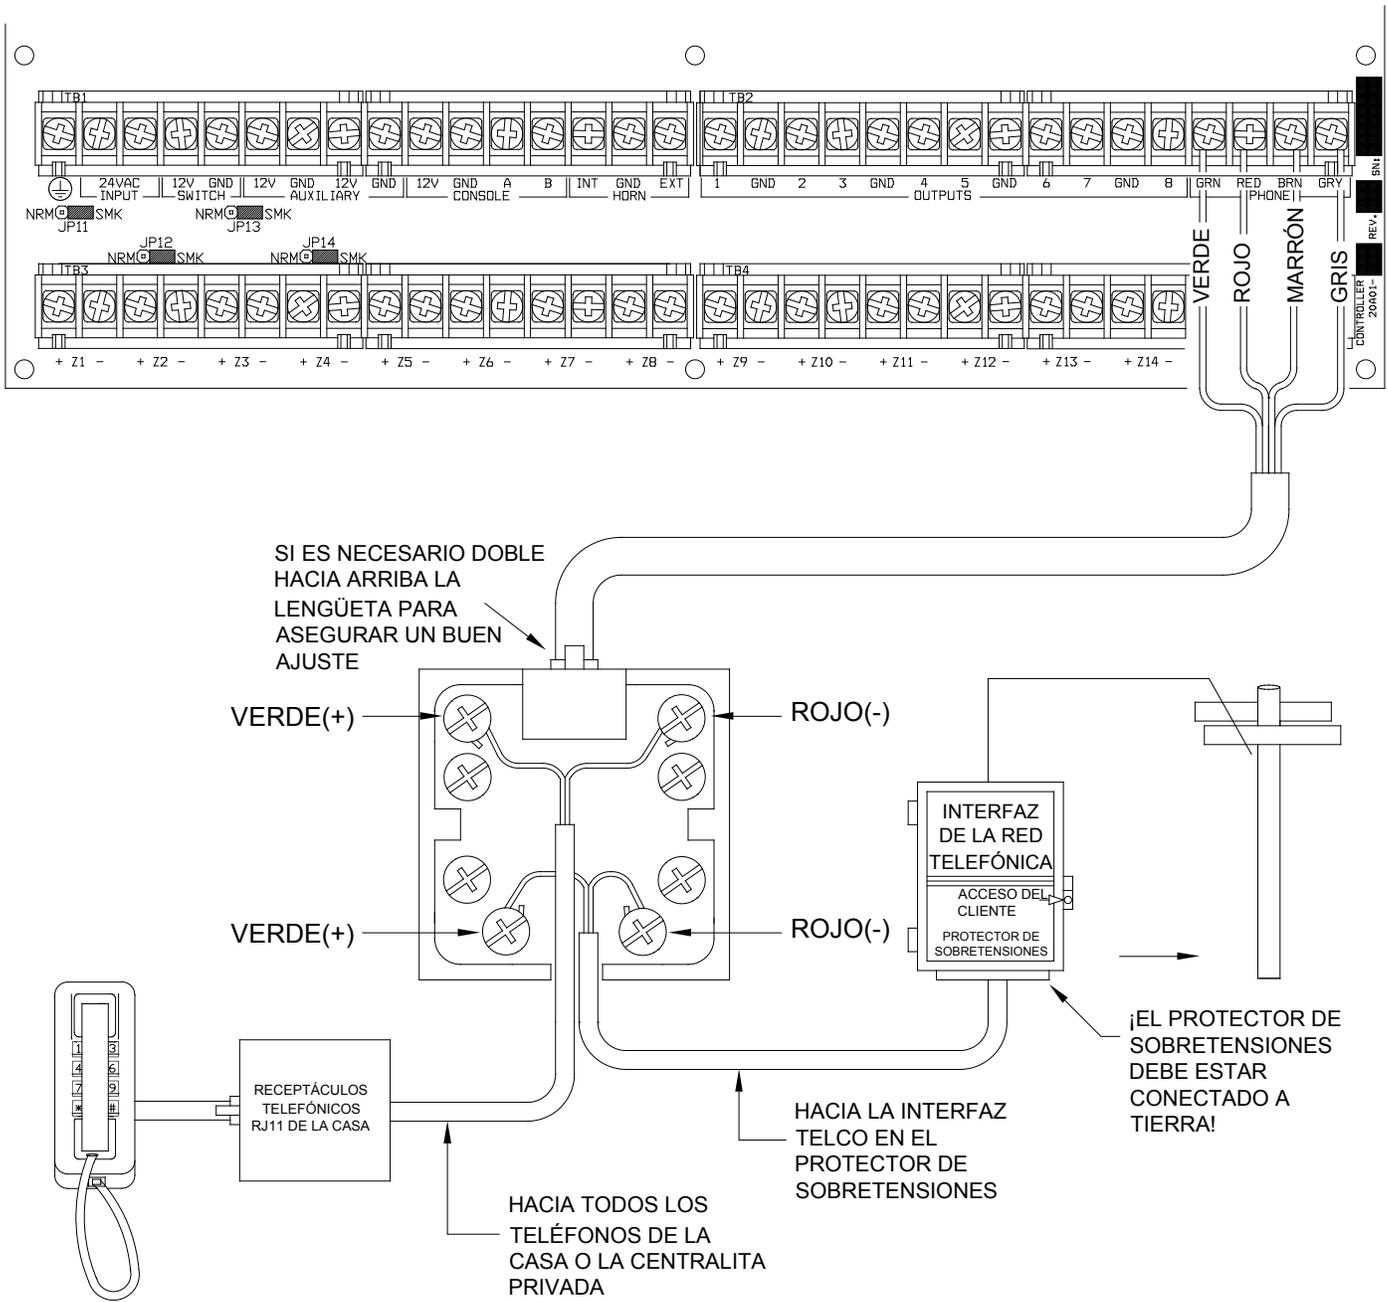

FIGURA 5 - CONEXIONES DEL CONECTOR RJ31X
10. Consulte la **FIGURA 5 (CONEXIONES DEL CONECTOR RJ31X)** para ver esta configuración.